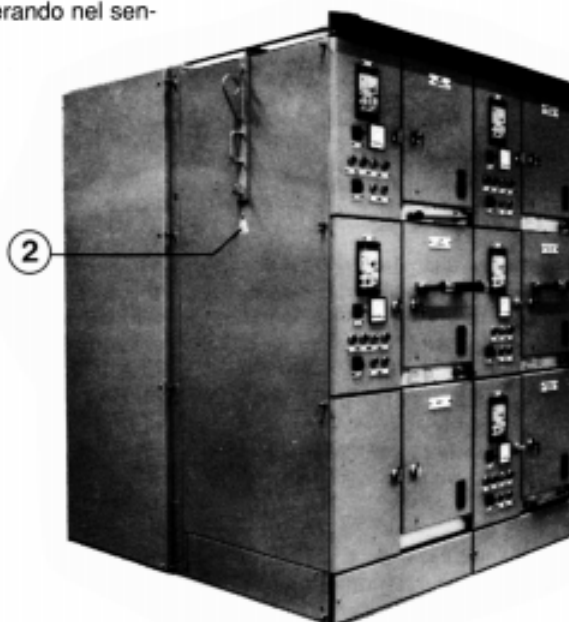

Fig. 2 Posizionamento golfari
- inserire gli appositi golfari di sollevamento (1) nelle cave contrassegnate da targhette autoadesive (2) (vedere fig. 2).
- insert the special lifting bolts (1) into the drillings marked with self-adhesive tags (2) (see fig. 2).